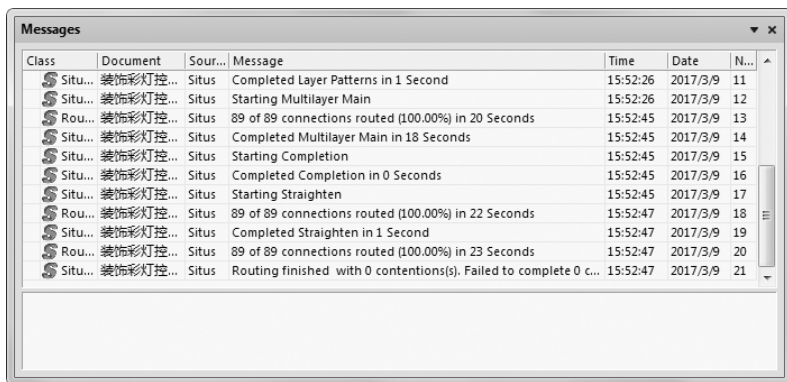
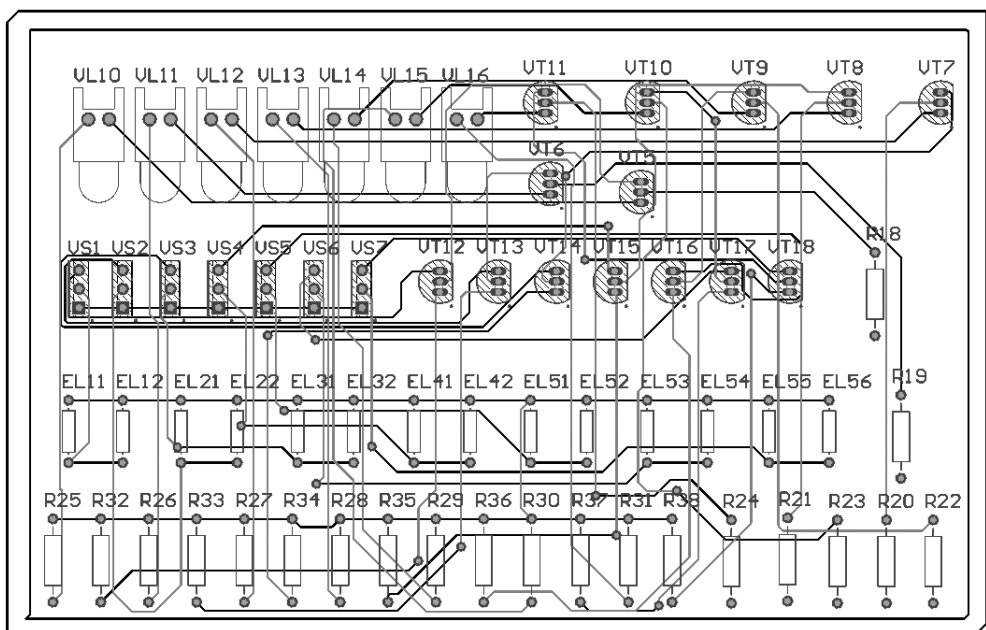

图 9-67 “Message”(信息)对话框
图 9-68 元件布线结果
(2) 单击  按钮开始布线,同时弹出“Message”(信息)对话框,如图 9-67 所示。完成布线后,最后得到的布线结果如图 9-68 所示。